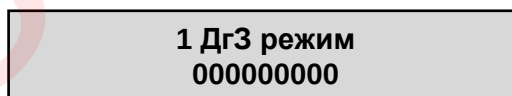

Рисунок 5.6 – Вид функции «Дг3 режим» на OLED-дисплее
- 1) На экране OLED-дисплея появится соответствующая надпись (рисунок 5.6).